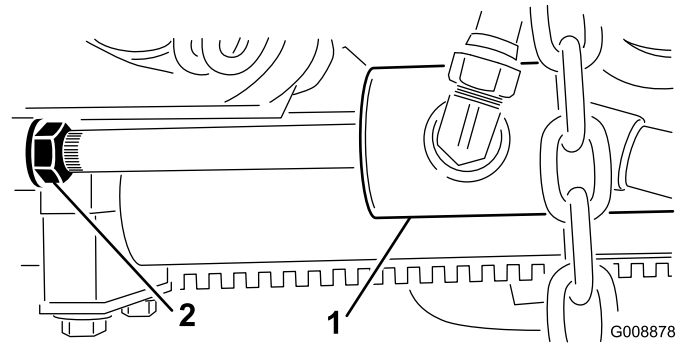

Bild 29
- Lösen Sie die Kontermuttern an der Zylinderstange (Bild 29).